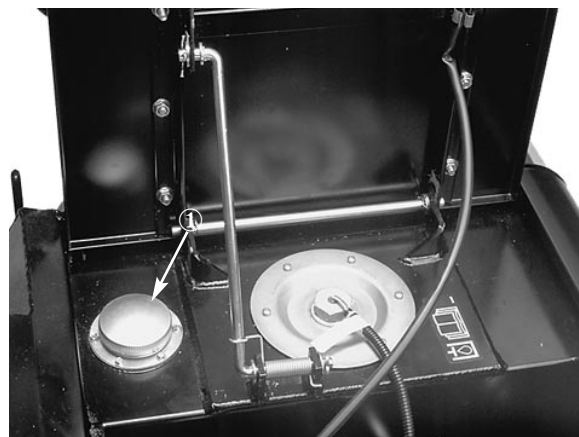

Fig. 17
2. Løft sædet og understøt det i lodret stilling med sædestiveren (Fig. 17).
3. Løft og fjern frontpanelet (Fig. 17).